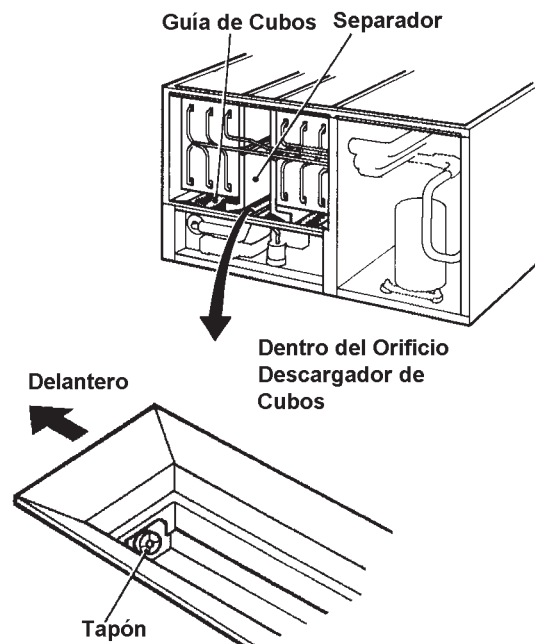

Fig. 7
- 8) Retire el panel de aislamiento. Retire el tapón situado en la parte inferior delantera del orificio descargador de cubos. Vacíe el depósito de agua para limpiar la basura suelta. Ver Fig. 7.
- 4) ¿Han sido retiradas del productor todas las cintas de envío, embalajes y cartones? ¿Se encuentran en su posición correcta las guías de los cubitos? ¿Están bien sujetos los separadores con las abrazaderas de sujeción? Ver Fig. 7.